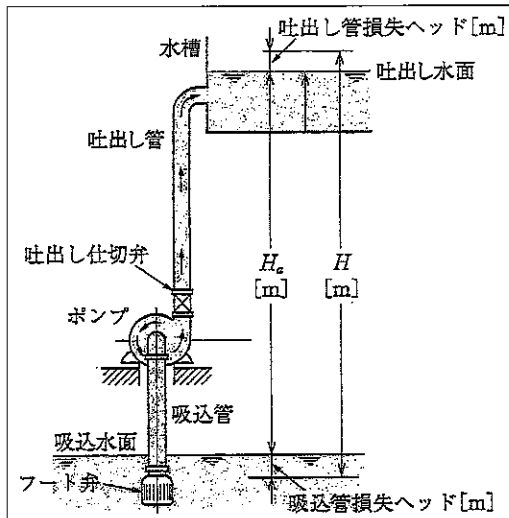

図 1 ポンプの揚程
揚水ポンプに関する下記の設問 (1)、(2) について、空欄に当てはまる語句、記号、あるいは数値を検討し、設問 (1) については下の〔語句群〕から、設問 (2) については〔数値群〕から選び、その番号を解答用紙の解答欄【A】～【G】にマークせよ。必要に応じて、図 1 を参考としてよい。
(1) ポンプが実際に揚水する高さ、すなわち吐き出し水面と吸い込み水面の高さの差、 $H_a$  [m] を【A】という。ポンプでは管路の摩擦損失およびその他の損失があるので、これらの損失に相当する損失ヘッド  $H_\ell$  [m] を加えた揚程を流体に与えなければならない。この損失を考慮した揚程を【B】 $H$  [m] と言い、式  $H = \text{【C】}$  で与えられる。
(2) 図 1 は、ポンプの性能計算に関連して、その揚程の考え方を示したものである。いま、地下 3m の水をポンプで地上 60m の水槽まで 3.5m3/min の流量で揚水したい。その場合の理論動力【F】および所要動力【G】を求め、それぞれの値に最も近い数値を〔数値群〕から選び、その番号を解答用紙の解答欄【F】、【G】にマークせよ。ただし、ポンプの効率 58%、吸込み損失水頭 4.5m、吐出し損失水頭 3.5m と仮定せよ。